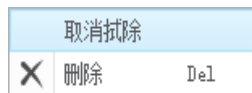

图 5.2.12 快捷菜单
- 如果在绘图树中右击拭除的尺寸 模型: d3 (必须先进入 **注释** 选项卡)，在系统弹出的图 5.2.12 所示的快捷菜单中选择“取消拭除”命令，可以将尺寸重新显示出来。